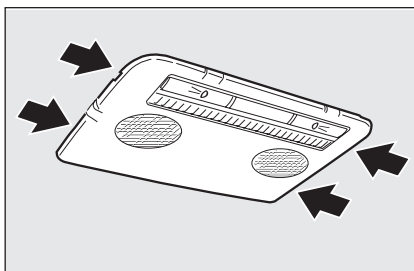

fig. 44
- enlever le plafonnier avant en agissant dans les points indiqués par les flèches (voir **fig. 44**);